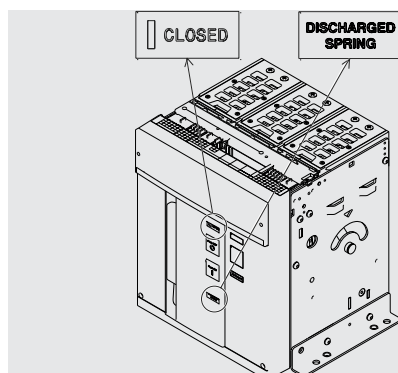

Abbildung 78
5. Sicherstellen, dass der Leistungsschalter eingeschaltet ist (Anzeige aus/ein "I - CLOSED"), und prüfen, dass die Federn entspannt sind (Federnanzeige "weiß - DISCHARGED SPRING") wie angezeigt in Abbildung 78.